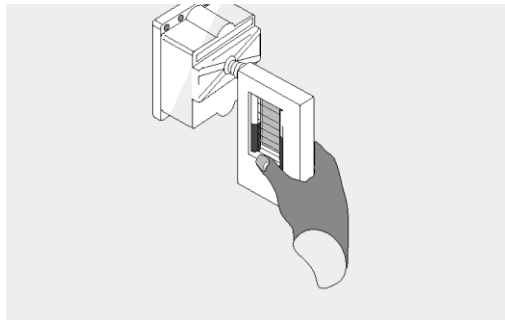

Abbildung 30: U-Rohrmanometer an Kontrolldeckel des Ölnebeldetektors angeschlossen
- U-Rohrmanometer an der Revisionsabdeckung anschließen (siehe Abbildung 30). (Das U-Rohrmanometer ist Bestandteil der als Zubehör erhältlichen Servicebox).